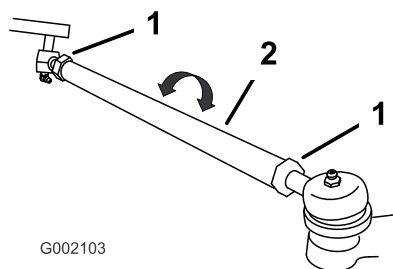

Figura 44
7. Si la distancia no es de 0–6 mm, afloje las contratruercas en ambos extremos de las bielas (Figura 44).